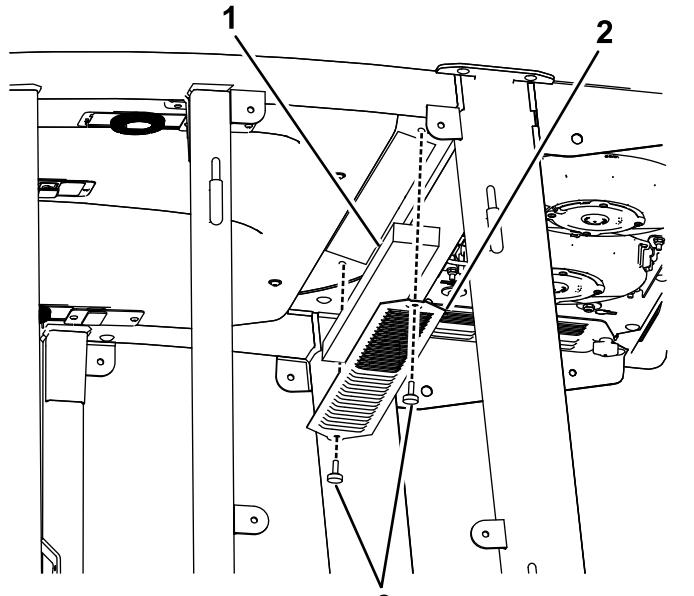
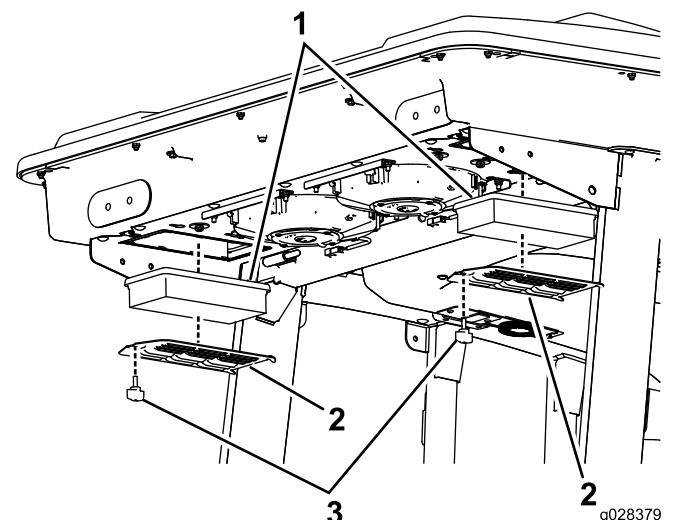
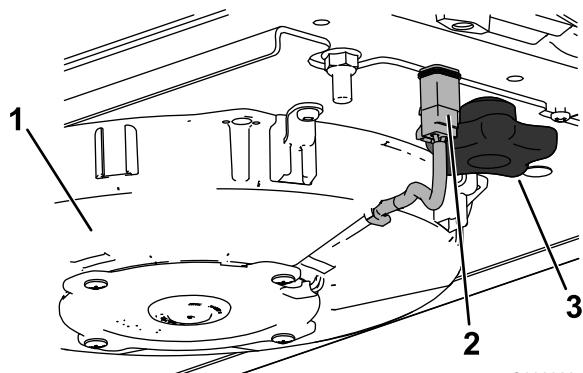
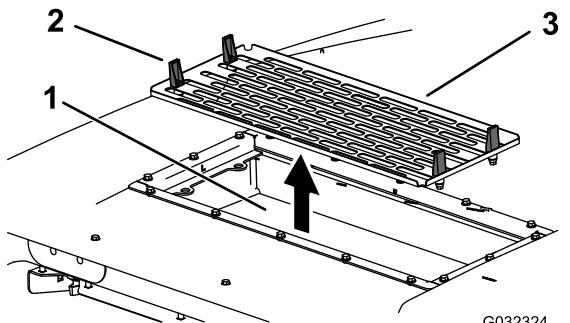

Bild 135
Bild 136
Bild 138
Bild 139
1. Nehmen Sie die Schrauben und Gitter von den internen und hinteren Kabinenluftfiltern ab (Bild 135 und Bild 136).
- Schließen Sie das Kabel jedes Lüfters ab (Bild 138).
- Öffnen Sie die vier Riegel an der Klimaanlage und nehmen Sie das Gitter ab (Bild 139).
- Entfernen Sie die Luftfilter (Bild 136).
- Bauen Sie Luftfilter, Gitter und Klimaanlage wieder ein (Bild 136, Bild 138 und Bild 139).
- Schließen Sie das Kabel jedes Lüfters an (Bild 138).